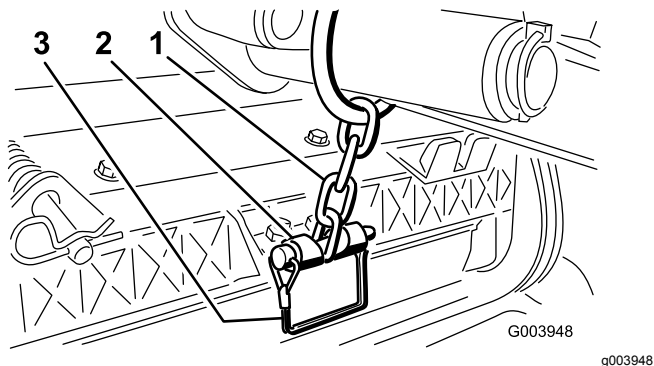

Figure 13
12. Fixez la chaîne du bras de relevage au support de la chaîne avec la goupille à fermoir (Figure 13).